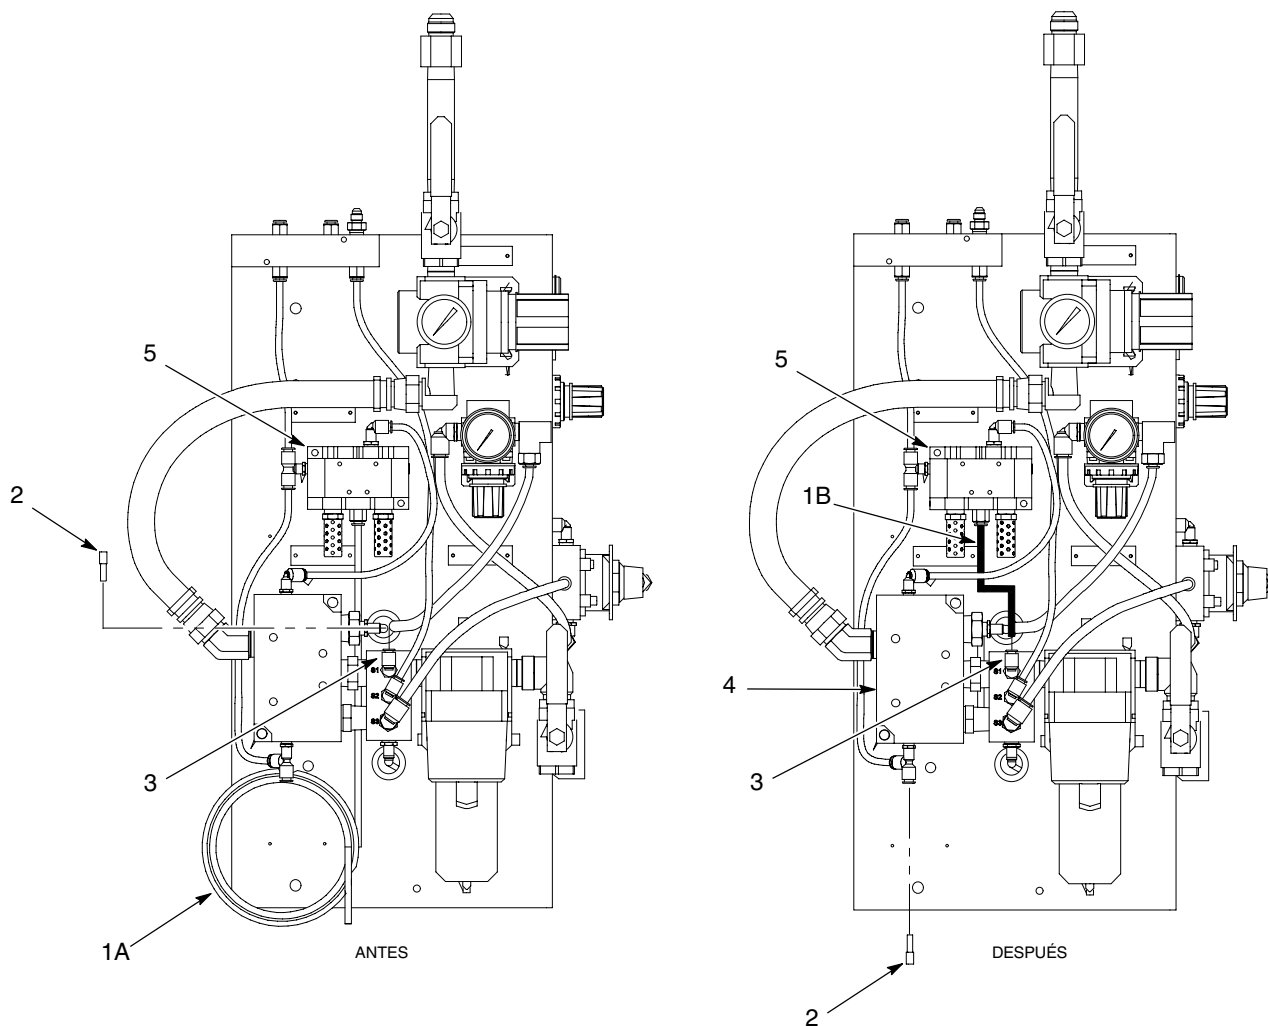

Figura 5 Configuración independiente
1. Ver la figura 5. Extraer el enchufe (2) del PUERTO S1 en el distribuidor de aire principal (3). Meter el enchufe en el racor en T en la válvula de control del motor de aire (4).
2. Cortar el tubo (1A) conectado a la válvula de aire Logic (5) a aproximadamente 7 pulgadas.
3. Conectar la pieza de tubo de 7 pulgadas (1B) desde la válvula de aire Logic (5) al PUERTO S1 en el distribuidor de aire principal (3).